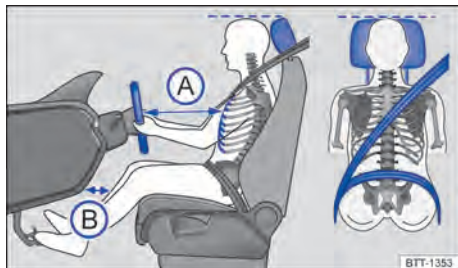

Fig. 19 Distância correta do condutor em relação ao volante, posição correta do cinto de segurança e ajuste correto do apoio para cabeça.
- Ajustar o banco de modo que a distância entre o volante e o tórax tenha no mínimo 25 cm → Fig. 19 (A) e que o condutor possa segurar o volante pela borda externa com as duas mãos e os braços ligeiramente flexionados.
- Ajustar o banco do condutor na direção longitudinal de modo que os pedais possam ser acionados com as pernas ligeiramente arqueadas e a distância para o painel de instrumentos na área do joelho seja de, no mínimo, 10 cm → Fig. 19 (B).
- Ajustar o apoio para cabeça de modo que a sua borda superior se encontre preferencialmente na mesma linha da parte superior da cabeça → Fig. 19 – porém não abaixo da altura dos olhos. Posicionar a parte posterior da cabeça o mais perto possível do apoio para cabeça.